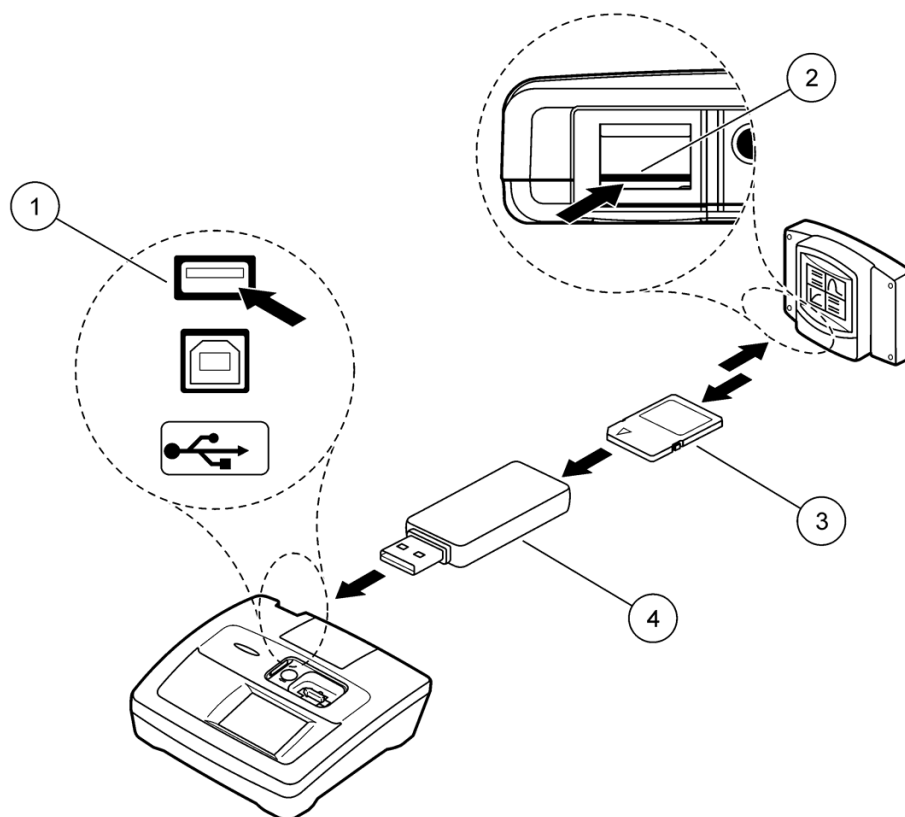

Figura 1 Esportazione dei dati dal controller sc1000 allo strumento DR 3800
1. Inserire la scheda SD SanDisk nell'adattatore USB e collegare l'adattatore all'interfaccia USB (tipo A) sullo strumento DR 3800 (fare riferimento alla Figura 1 a pagina 71).